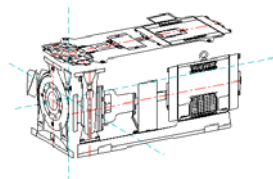

図1
- 1) 機器の形状は6方向の2次元 DXF と1つの3次元 DXF の組合せとする。6方向の DXF は下図1のように立体的な機器のイメージが掴める配置方法とする。